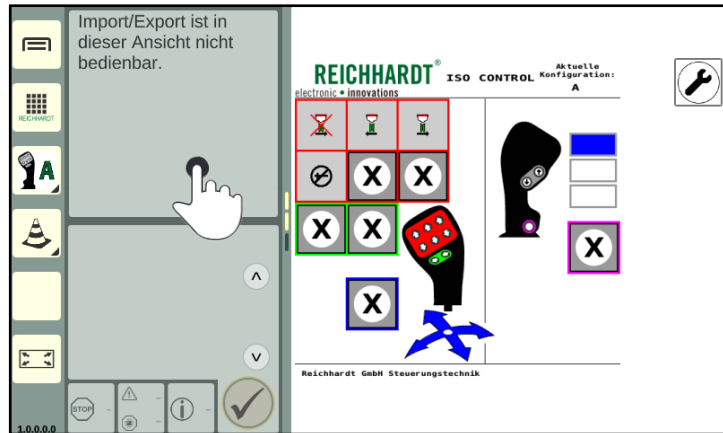

Abb. 63: Anwendung in Miniaturfenster gedrückt halten
1. Halten Sie das Miniaturfenster mit der Anwendung gedrückt (siehe Abb. 63).